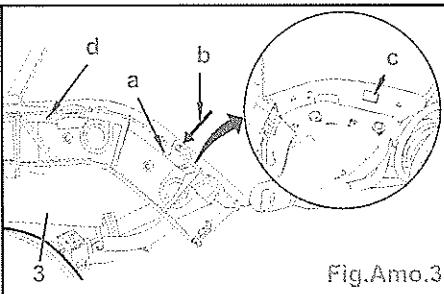

Fig.Amo.3
- Exercer une légère traction sur la partie latérale du pare-chocs (3) (Fig.Amo.3).